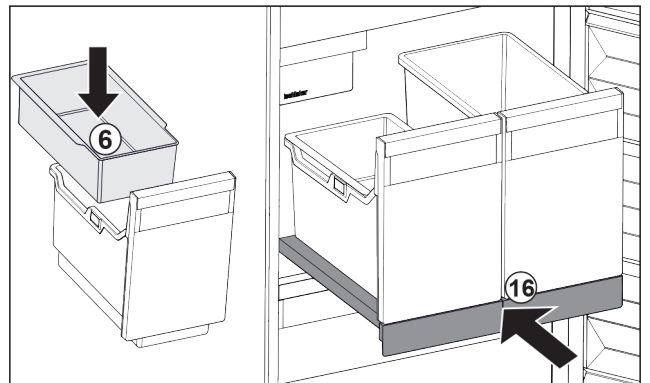

Fig. 36
- ▶ Inhangschaal Fig. 36 (6) voor ijsblokjes aanbrengen.
- ▶ Uitschuifplateau met bak (IceTower) er inschuiven. *Fig. 36 (16)*